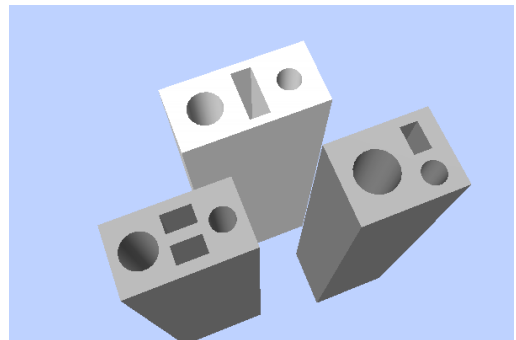

Bild 9: Querschnitte unterschiedlicher Formen mehrzügiger Schornsteine
- Bild 9: Landesfeuerweherschule Baden-Württemberg